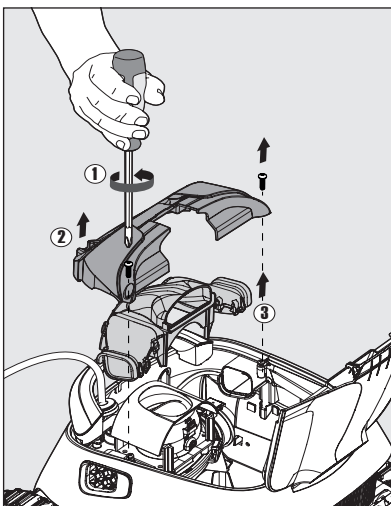

Figura 22
1. Usando un destornillador Phillips N.º 2, quite los dos tornillos que sostienen la cubierta intermedia y el ensamblaje del tubo colector. Estos tornillos se pueden encontrar en las esquinas internas de la cubierta intermedia. Ver **Figura 22**.
3. Jale suavemente la cubierta intermedia (Artículo N.º 2 en la **Figura 22**) para quitarla del limpiafondo y póngala a un lado.
4. Jale suavemente el ensamblaje del tubo colector (Artículo N.º 3 en la **Figura 22**) para quitarlo del limpiafondo y póngalo a un lado.